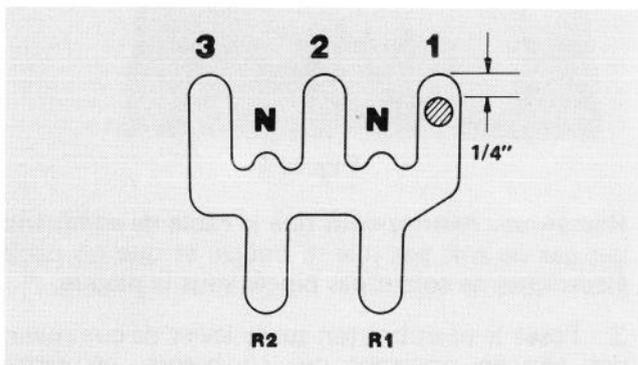

Figure 6
1. Passez la commande des roues en position No 1, première vitesse. Placez le levier de telle manière que sa face avant soit à environ 1/4 pouce du fond de la fente (Fig. 6) et retenez le levier dans cette position.